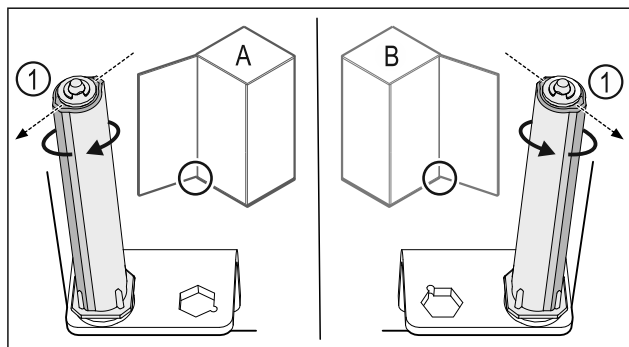

Fig. 35 Lewy ogranicznik (A) / prawy ogranicznik (B)
- Przekręcić system blokujący w kierunku przeciwnym do oporu, aż pręt systemu blokującego Fig. 35 (1) będzie skierowany na zewnątrz.